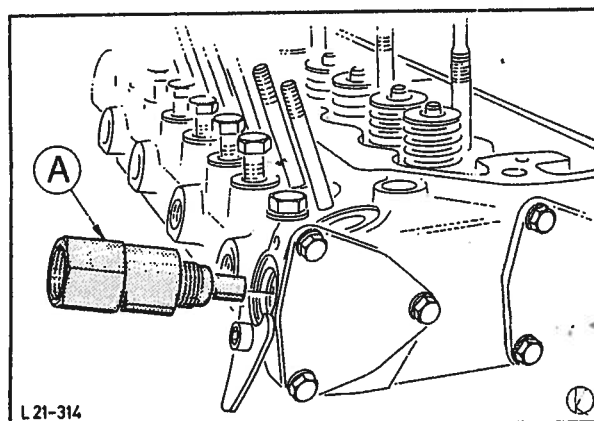

Fig. 126 Montering av tetningsdeksler og temperatursender.
14. Monter tetningsdekslene (2) med pakninger og temperatursenderen på topplokket, fig. 126.